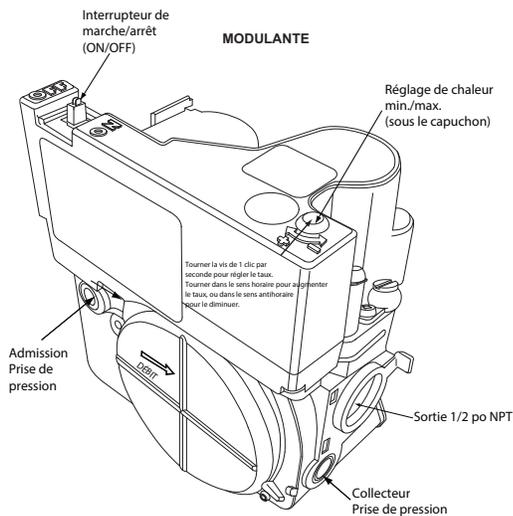

Fig. 64 – Vanne de gaz sans orifices de pression
5. Mettez le robinet d'arrêt de gaz à la position de marche (ON).
9. Pour régler la pression d'admission de chaleur minimale, tournez lentement l'interrupteur de réglage dans le sens antihoraire pour réduire la pression d'admission ou dans le sens horaire pour l'augmenter. Tournez l'interrupteur de réglage d'un maximum d'un clic à la seconde jusqu'à l'obtention de la pression d'admission requise (consultez la Fig. 64).
4. Pour régler la pression d'admission de chaleur minimale, tournez lentement l'interrupteur de réglage dans le sens antihoraire pour réduire la pression d'admission ou dans le sens horaire pour l'augmenter. Tournez l'interrupteur de réglage d'un maximum d'un clic à la seconde jusqu'à l'obtention de la pression d'admission requise (consultez la Fig. 64).